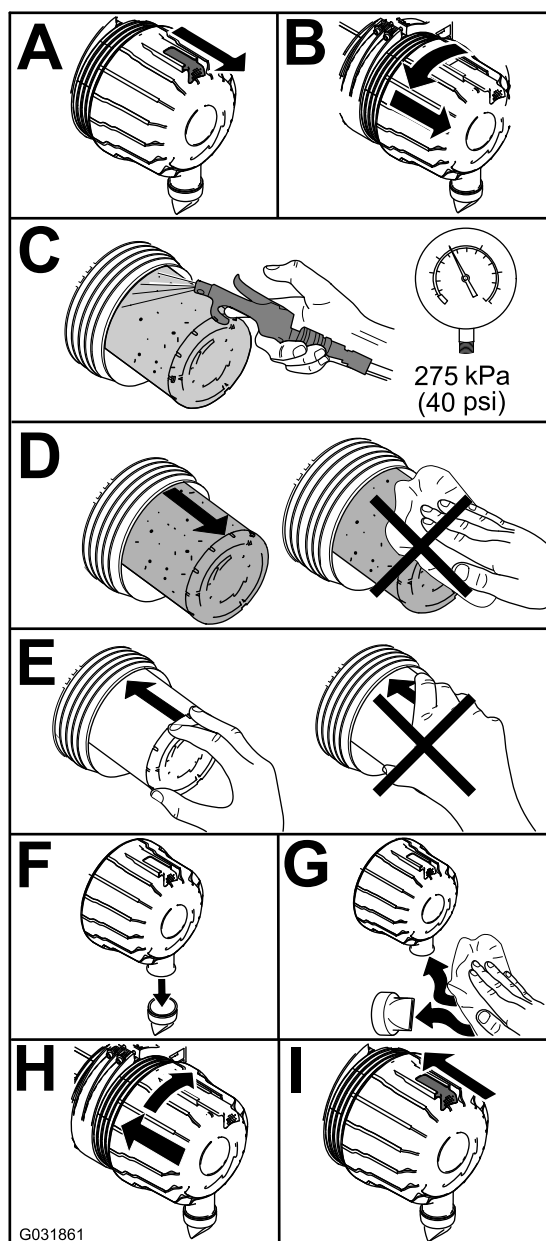

Figura 56
1. Substitua o filtro de ar (Figura 56).